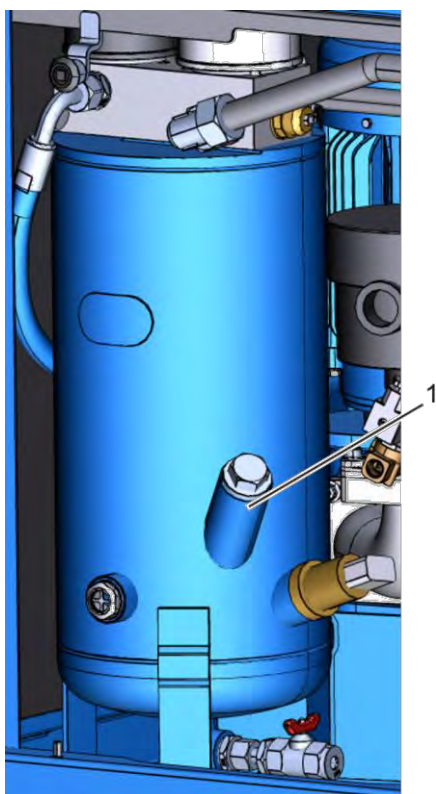

Рис. 37: Заливной штуцер
8. При помощи воронки залейте охлаждающую жидкость до уровня приблизительно на 2 см ниже заливной кромки заливного штуцера (Рис. 37/1).